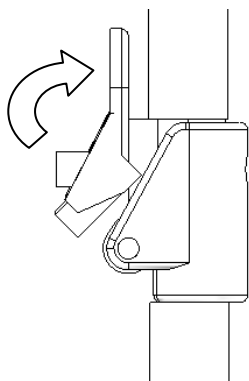

図 1
1. ロック解除レバーを前方に押ししてロックを解除します。(下図 1 参照)